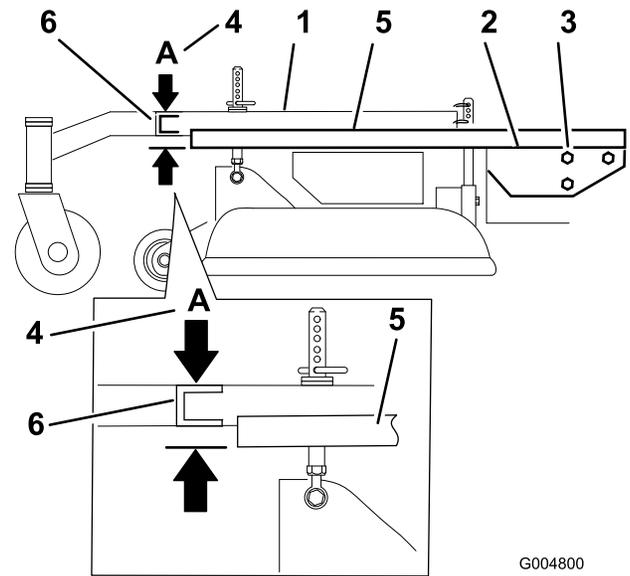

Figura 69
3. Coloque una regla larga en la parte superior de la plataforma del motor según se ilustra en la Figura 69.
4. En la ranura transversal del bastidor de tiro, mida la altura en la posición **A** (Figura 69). Debe ser de 33 mm (1-5/16 pulg.), con una tolerancia de más o menos 6 mm (1/4 pulg.).
6. Afloje los pernos de montaje del bastidor de tiro en los dos lados de la máquina (Figura 69).
7. Alinee el bastidor de tiro y la plataforma del motor para que tengan una altura de 33 mm (1-5/16 pulg.), con una tolerancia de más o menos 6 mm (1/4 pulg.) en la posición **A** (Figura 69).